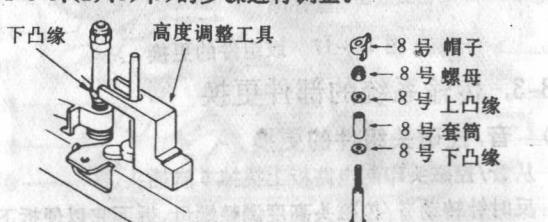

图1-3-19 导柱3的更换 图1-3-20 导柱8的更换
- ② 更换之后，预置下凸缘的高度时利用高度量规来控制，如图1-3-19所示。
- ③ 上两步完成后，进行磁带传输调整中的直线性调整（见1-4-4、(2)、(3)节）。